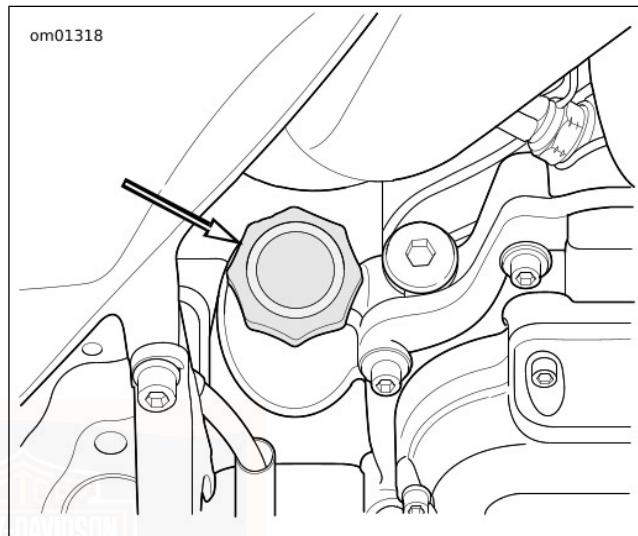

Abbildung 90. Motoröl-Einfüllverschlussstopfen
- Siehe Abbildung 90. Den Motorölstand prüfen.
3. Siehe Abbildung 90. Ölstand prüfen.